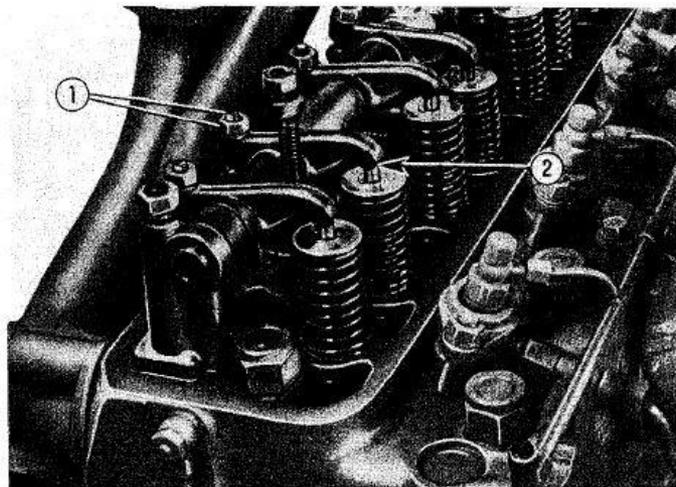
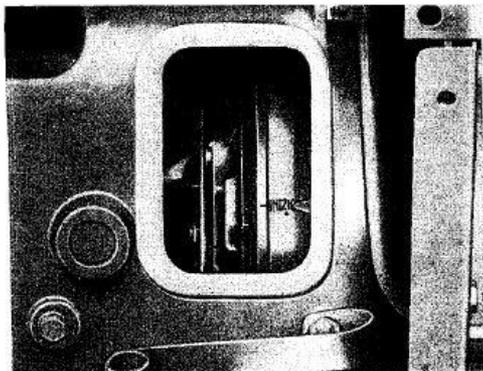

Fig. 26. - Registrazione del giuoco valvole.
Fig. 30. - Riferimento sul volano, indicante l'anticipo d'iniezione (21° prima del punto morto superiore).
Per la misurazione usare un calibro di lamiera d'acciaio dello spessore di 0,2 mm, sia per l'aspirazione che per lo scarico; l'eventuale regolazione del giuoco si compie mediante la vite di registro situata all'estremità di ciascun bilanciere (ved. fig. 26).
Adottando il sistema di «**traboccamento**» verificare che nell'istante di **inizio iniezione** dell'elemento n. 1 della pompa il riferimento INIZIO INIEZ del volano coincida come a fig. 30 altrimenti:
1. Ingranaggio comando pompa iniezione (ved. 3 fig. 26) - 2. Albero comando pompa iniezione (albero cavo) - 3. Manicotto interno del giunto tra albero e pompa - 4. Manicotto esterno - 5. Pignone sull'albero della pompa - 6. Anello elastico d'arresto manicotto esterno - 7. Ingranaggi comando contaore.
- far ruotare leggermente il volano per far coincidere i segni di riferimento come a fig. 30;
- allentare le quattro viti (2, fig. 26) che fermano sull'ingranaggio comando pompa e ruotare leggermente il volano per portare il suo riferimento a coincidere con l'indice (fig. 30);